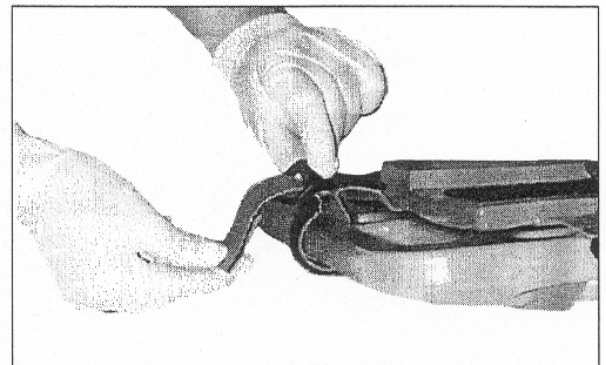

Fig. 3 Påføring av øvre festestropp
- Fig. 3** Påføring av øvre festestropp
5. Dersom ryggbrettet har et midthull, sett inn toppfestestroppen gjennom midthullet og før den over enden på ryggbrettet. Trø den deretter stroppen gjennom plastspennen (fig. 3) og sikre den deretter til velcrofestet på selve stroppen.